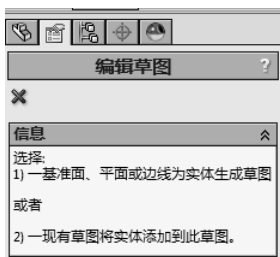

图 3-15 打开“编辑草图”对话框
- [2] 单击草图工具栏上的【草图绘制】按钮, 打开“编辑草图”对话框, 如图 3-15 所示。